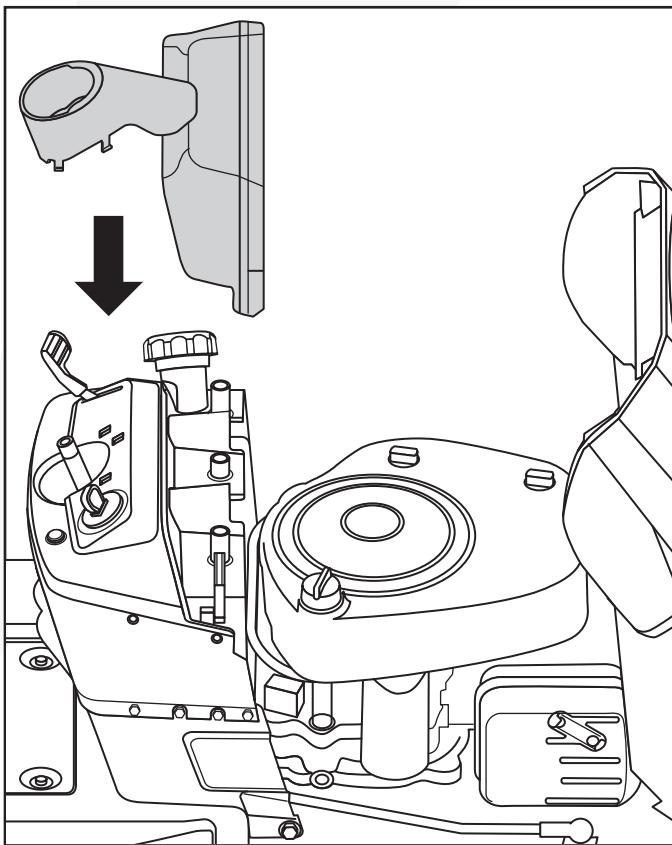

Fig. 2
- Abra la cubierta del motor e instale la cubierta del salpicadero en su lugar. (Fig. 2)